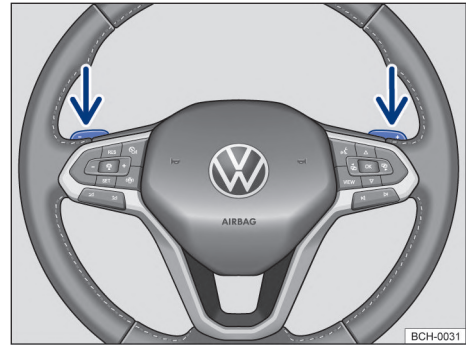

Fig. 94 Volante con selectores basculantes de Tiptronic.
- Presionar el conmutador basculante derecho → fig. 94 hacia el volante para aumentar la marcha.